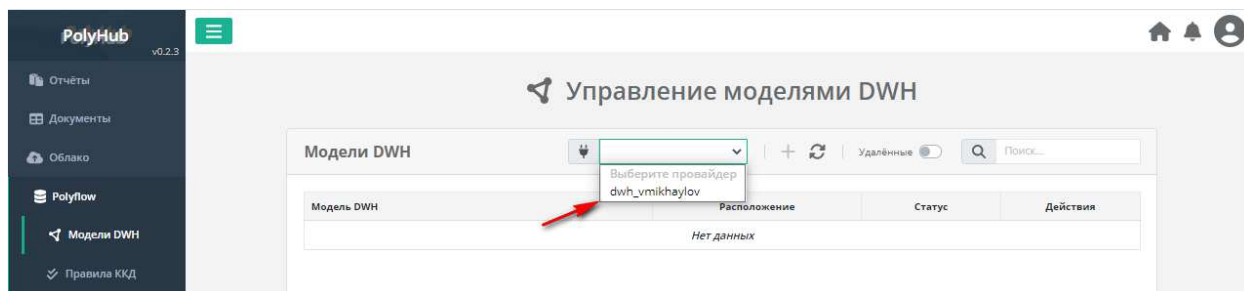

Рисунок 78. Список моделей DWH
1) Для создания модели DWH необходимо перейти на страницу «Управление моделями DWH», используя пункт «Polyflow/Модели DWH» в левом меню, и выбрать провайдер с типом DWH (Рисунок 78).